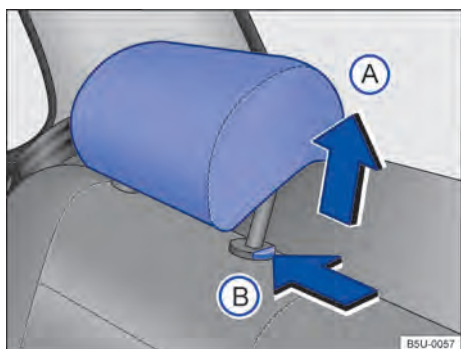

Fig. 61 Apoio para cabeça traseiros: desinstalar.
- Empurrar o apoio para cabeça para baixo com o botão → Fig. 61 (B) pressionado.
- Pressionar o botão → Fig. 61 (B) no sentido da seta. Retirar o apoio para cabeça com o botão pressionado.